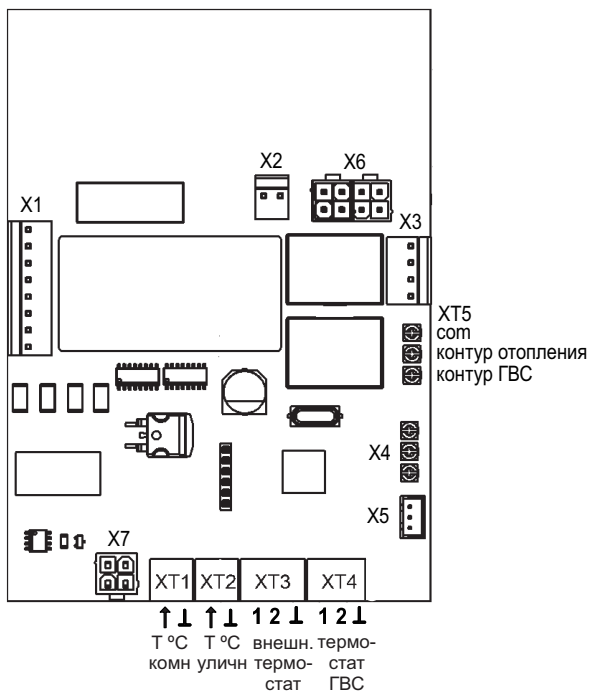

Рисунок 5. Подключение к разъёмам на плате.
Расположение разъёмов для подключения внешних устройств показано на рис. 5.
5.10.3 **разъём ХТ3** предназначен для подключения внешнего термостата, ведущего котла или управляющих контактов системы управления температурой помещения (MY HEAT GSM, MY HEAT SMART или аналогичной). Для включения нагрева крайние контакты разъёма (1 и ⊥) должны замкнуться, для отключения – разомкнуться. Трёхпроводной термостат следует подключить в соответствии с рис. 5. В случае применения нормально замкнутого (нагрев до размыкания) двухпроводного внешнего воздушного термостата (или ведущего котла), подключаемого к контактам 1 и 2, контакты 2 и ⊥ должны быть соединены перемычкой. Срабатывание термостата вызовет отключение нагрева. При обратном срабатывании нагрев возобновится с параметрами, сохраненными при отключении.
5.10.4 **разъём ХТ4** предназначен для подключения устройства контроля температуры косвенного водонагревателя, например модуля управления ГВС EVAN AQUA. В качестве устройства может выступать трёхконтактный термостат (подключаемый в соответствии с рис. 5), нормально замкнутый (нагрев до размыкания) двухконтактный термостат (подключаемый к контактам 1 и ⊥) или NTC-датчик 10 кОм (подключаемый к контактам 2 и ⊥).